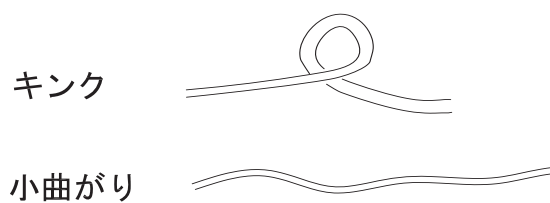

図 18
- 固定線の巻物をほどく際にキック、小曲がりが生じないようにしてください。(16 ページ図 18 参照)